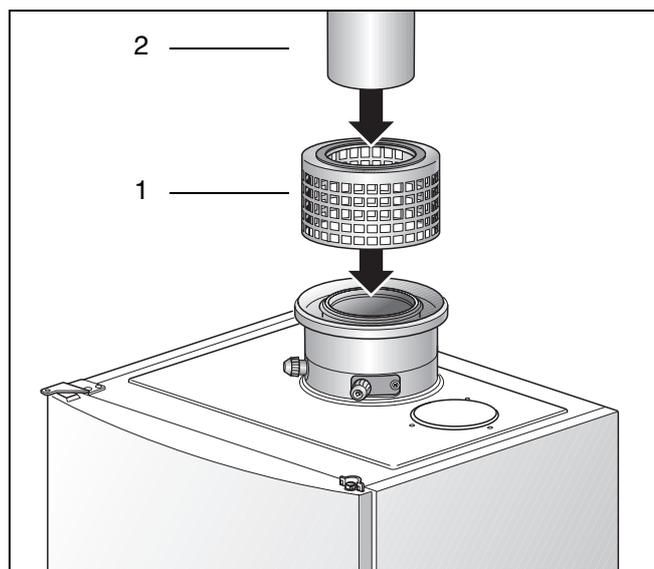

Fig. 22 Montaggio dell'elemento di adduzione dell'aria (LZF)
Questo elemento di adduzione dell'aria (LZF) è possibile richiederlo come accessorio (fig. 22).
- Inserire l'elemento LZF (fig. 22, **pos. 1**) nell'anello adattatore
- Inserire la tubazione di evacuazione fumi (fig. 22, **pos. 2**).